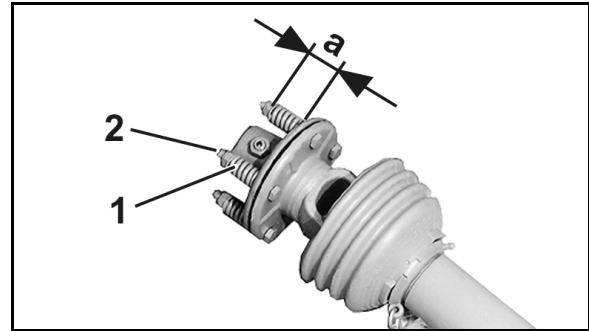

Рис. 89
2. Разгрузите пружины (Рис. 89/1) ослаблением гаек (Рис. 89/2).